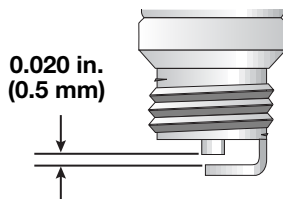

Fig. 31
3. Cambie las bujías que estén rajadas, sucias o deterioradas. Fije la separación de aire a 0,5 mm (0,020 pulgadas) utilizando un calibrador (Fig. 31).